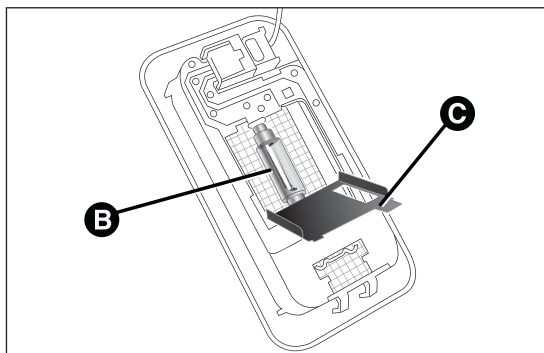

fig. 183
- ouvrir le volet C fig. 183 et remplacer l'ampoule B en la séparant des contacts latéraux ;